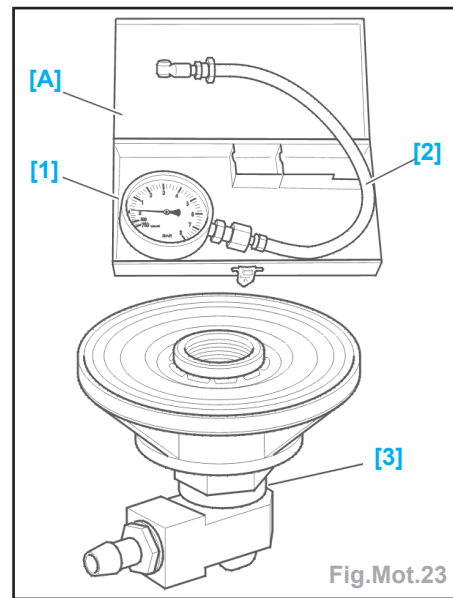

Fig.Mot.23
- Outils nécessaires (Fig.Mot.23) :